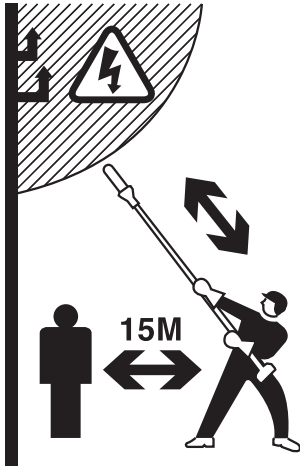

Fig. 1-1
- Review the area to be trimmed. Look for hazards that could contribute to unsafe conditions. DO NOT operate unit if any wires (power, telephone, cable, etc.) are closer than 15M (50ft.) to any part of the operator or unit. (Fig.1-1)
- Man soll die Gegend vor dem Ausästen überschauen. Suchen Sie nach der Gefahr, die unsichere Umstände verursachen könnte. Betätigen Sie das Gerät nicht, wenn irgendeine (Kraftversorgungs-, fernmündliche, Kabelüberführungs-, usw.) Drähte sich näher als 15 Meter (50 Fuss) von irgendwelchem Teil des Maschinenwärters oder des Gerätes befinden. (Fig.1-1)